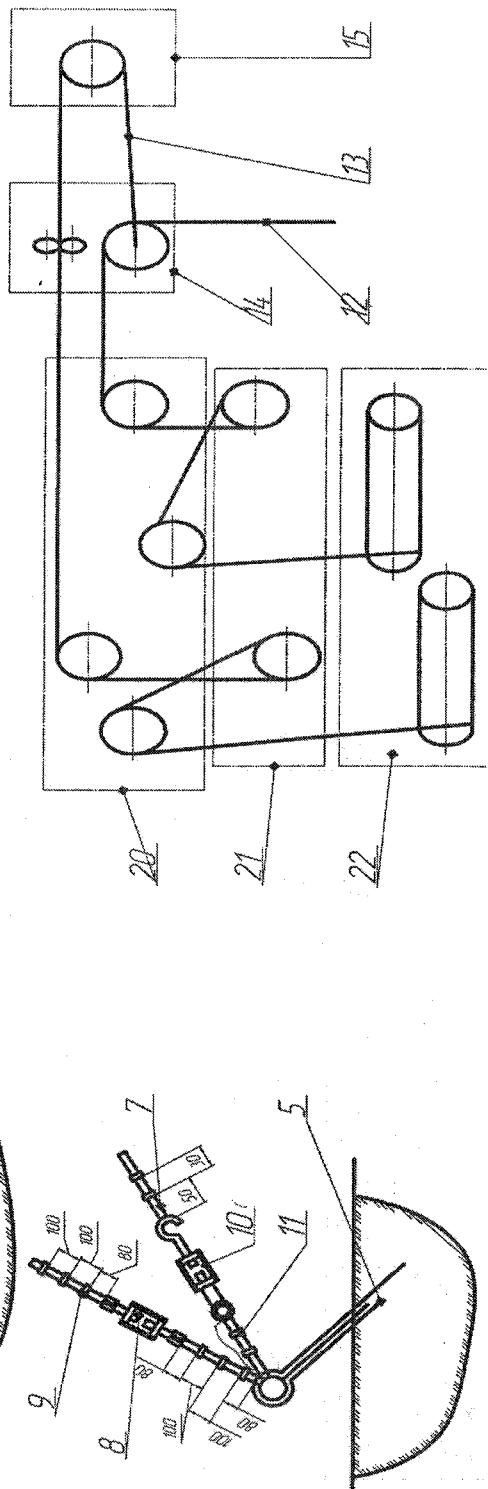

Рис.1.Установка ГР-70:
4.2 Установка ГР-70 (рис.1) состоит из двух опор (3,4), с переброшенными между ними канатами 6, 12, 13, кабины 1, двухбарабанной лебёдки с ручным приводом 22, блока счетчиков 21, блока верхнего 20, адаптера АДПК-1, каретки 14, специальных гидрометрических грузов 16 весом 25 и 50 кг и блока берегового 15. Кабина 1 предназначена для размещения в ней оборудования с целью защиты его от атмосферных воздействий и создания удобства при производстве гидрометрических работ.